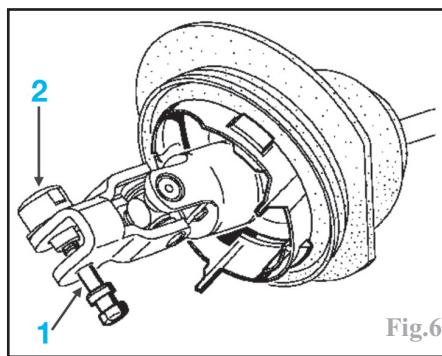

Fig.6
Dans le compartiment moteur, déposer la vis et l'écrou (1) de la chape du boîtier de direction (en passant une clé à cliquet avec une rallonge par le trou dans le passage de roue) (Fig. 6). Si l'écrou reste bloqué, revisser la vis de quelques tours et la frapper à l'aide d'une cassette, d'un coup sec, pour débloquer l'écrou.
Dans le cas du remplacement de la colonne de direction, la vis et l'écrou (1) de chape et la cale sont prémontrés (Fig. 6). La cloche (2) située par dessus l'écrou de chape ne doit pas être reposée.
L'Espace est équipé d'un ensemble axe rétractable - axe de volant - colonne de direction non démontable. Dans le cas où il serait impossible de fixer la vis à cames (1) de la chape rabattable ou après un choc (Fig. 6), il faut vérifier que l'entraxe (E) entre les cardans inférieur et supérieur de l'arbre intermédiaire soit correct (Fig. 7), sinon il faut procéder au remplacement de l'ensemble complet.
La mise en place de la vis de chape de direction nécessite un calage de la colonne de direction (voir chapitre "Direction"). Ne pas reposer la cloche (2) située sur l'écrou (Fig. 6).